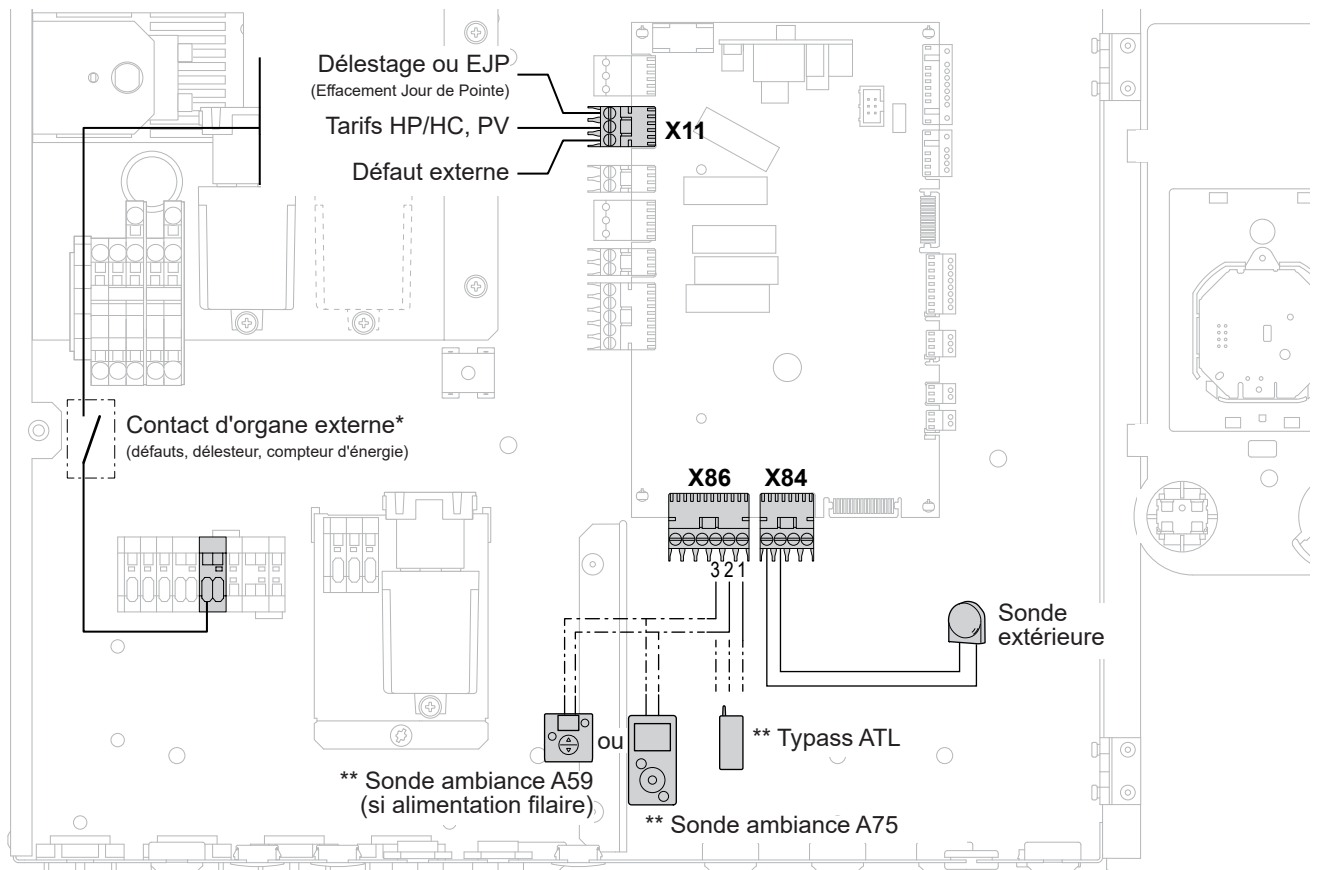

fig. 46 - Raccordements sur le régulateur PAC (accessoires et options)
- Raccorder le contact "fournisseur d'énergie" sur l'entrée EX2 (fig. 46, page 43).
- Raccorder le délesteur sur l'entrée EX1 (fig. 46, page 43), les appoints de la PAC et l'appoint ECS seront arrêtés en cas de surconsommation de l'habitation.
- Raccorder l'organe externe sur l'entrée EX3 (fig. 46, page 43).
- Raccorder la sonde extérieure au connecteur **X84** (fig. 46) (bornes **M** et **B9**) de la carte de régulation de la PAC.
• Sonde d'ambiance A59 (fig. 46)
• Sonde ambiance A75 (fig. 46)
Raccorder le Typass ATL sur le connecteur **X86** (fig. 46) de la carte de régulation PAC à l'aide du connecteur fourni (bornes **1**, **2** et **3**).